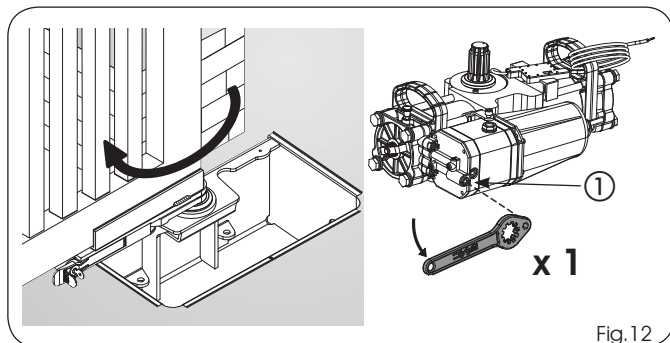

Fig.12
- 2) Consultando las instrucciones del capítulo 7.1, actúe en el desbloqueo oleodinámico del operador girando la palanca (Fig.1 ref.⑥) o regulando con la llave adecuada (Fig.1 ref.⑱) el tornillo de desbloqueo (Fig.12 ref.①).